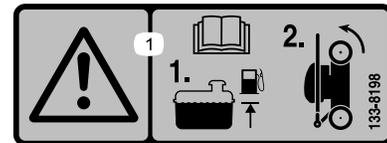

Figura 21
1. Asegúrese de que el nivel de gasolina del depósito de combustible no sobrepasa lo recomendado por el fabricante del motor; consulte la pegatina del fabricante del motor, situada en el motor (Figura 21).